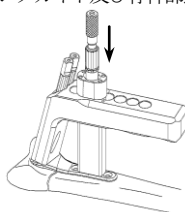

図9
- 9) イメージ下でプレートの骨幹部2穴目の長穴位置を確認し、方形回内筋をよけ、ターゲティングガイドの長穴へ、骨幹部長穴用スリーブガイド、骨幹部長穴用スリーブ、骨幹部用ドリルスリーブ(長穴用)をそれぞれ組み付け、挿入します。(図9) (ターゲティングガイド及び骨幹部長穴用スリーブガイドはラジオーレントです)